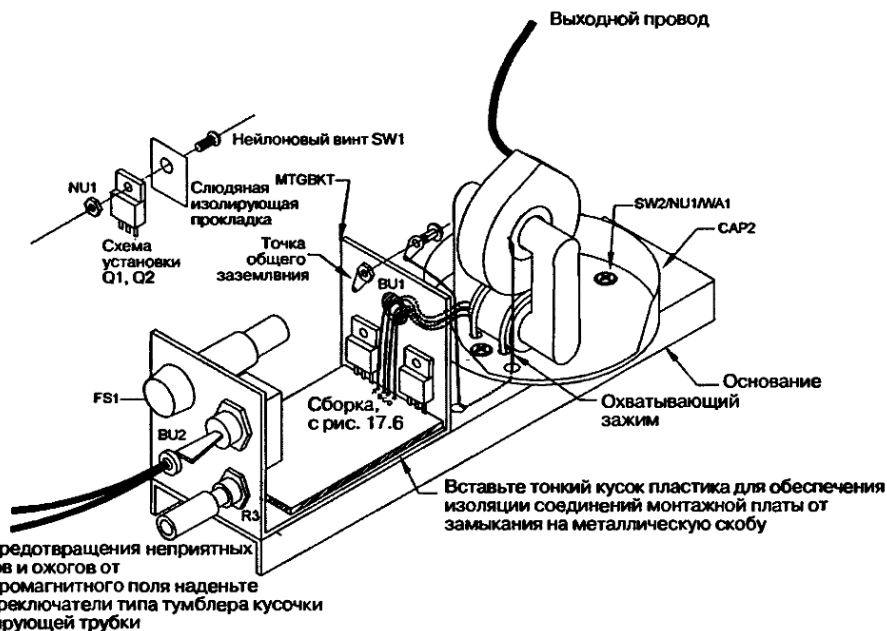

Рис. 17.7. Сборочный чертеж устройства в изометрии без пластиковой крышки
6. С помощью двух винтов, гаек и небольших плоских прокладок SW2/NU1/WA1 установите пластиковую крышку 8,89 см на основание. Обратите внимание на четыре отверстия для охватывающих зажимов на секции первичной обмотки T1, которые фиксируют трансформатор на месте (см. рис. 17.7). Также обратите внимание на обратный провод заземления, который проходит через небольшое отверстие в основании и возвращается через другое для соединения с общей точкой заземления.